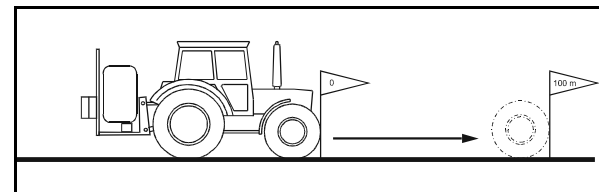

Fig. 43
2. Marquez le point de départ et le point d'arrivée (Fig. 43).